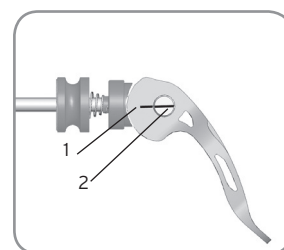

Figure 47. Position de réglage, repères alignés
2. Le levier et l'axe sont munis de repères (figure 47).